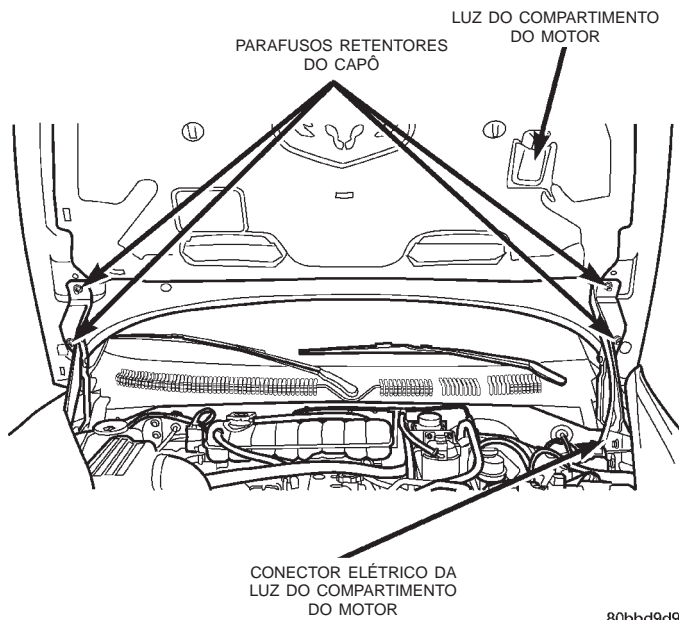

Fig. 35 Orientação e Posição do Capô
(60) Com a ajuda de um assistente, instale o conjunto do capô (Fig. 35). Aperte os parafusos com um torque de 47 N·m (35 pés-lb.).